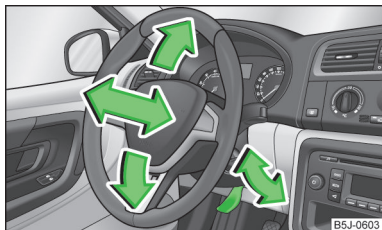

Fig. 2
- Abbassare la leva di sicurezza sotto il volante » **fig. 2**.